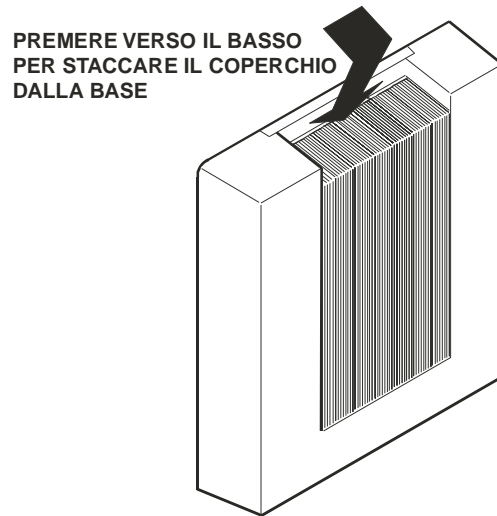

Figura 3: Rimozione del coperchio
2. Rimuovete il coperchio del modulo HOM e mettetelo da parte. (Figura 3)
2. Rimuovete e scartate il coperchio del modulo. (Figura 3)